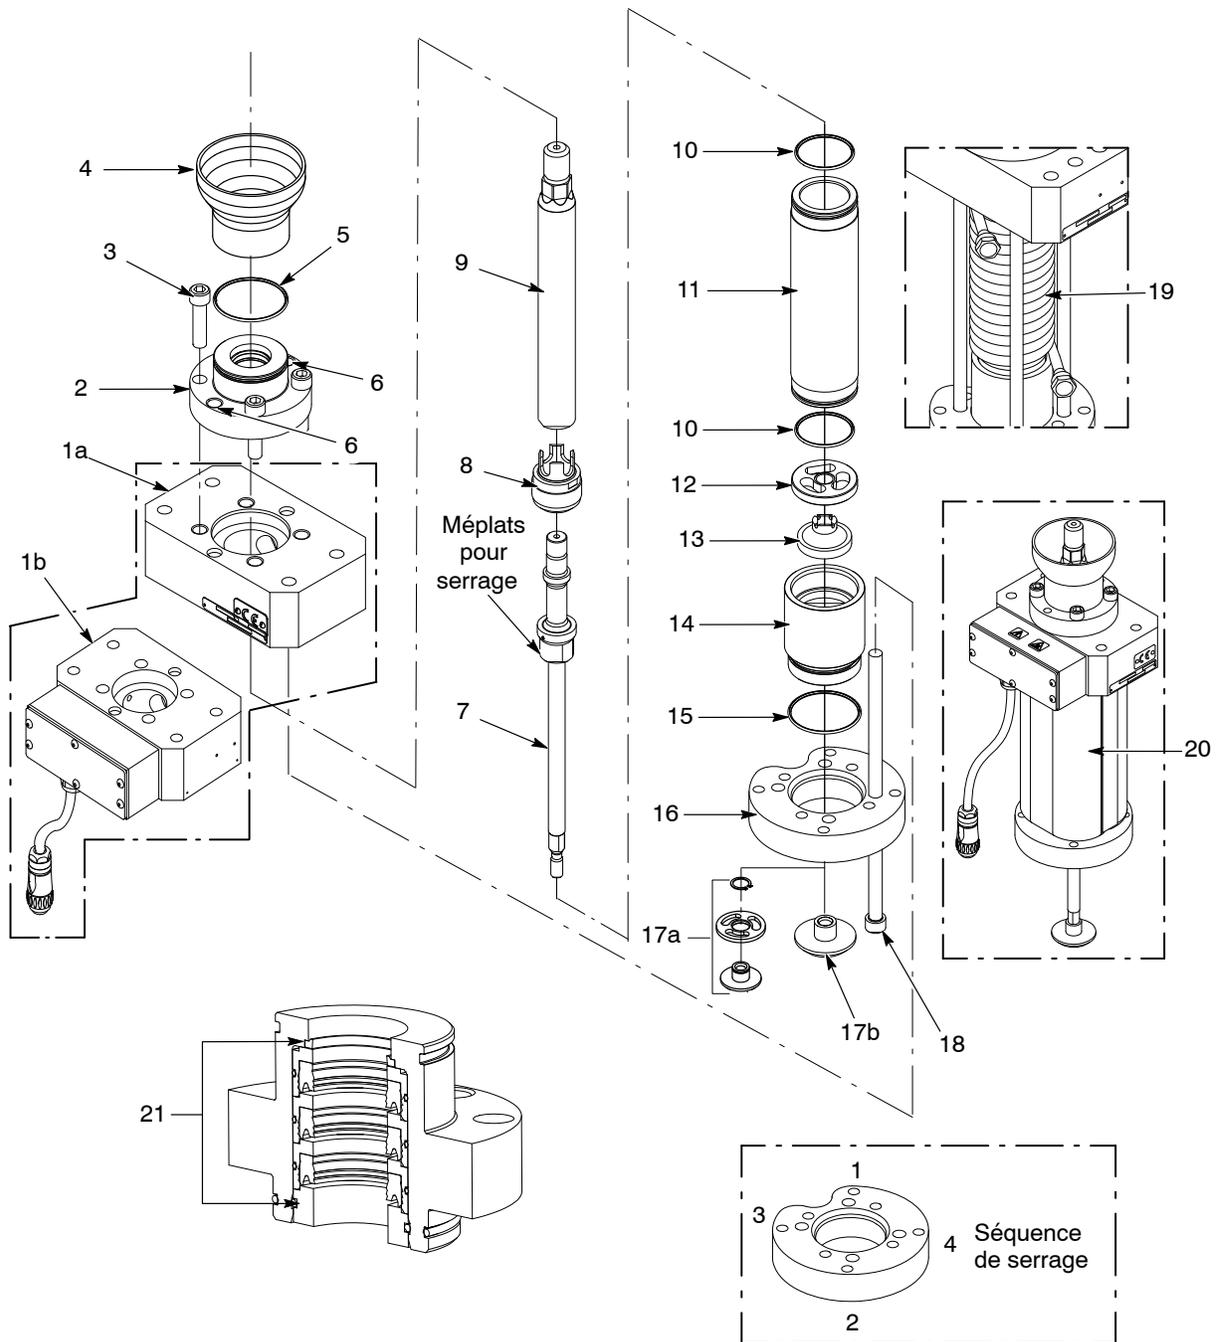

Figure 6 Réparations de la section hydraulique
Voir la Figure 6.
8. Retirer le cylindre du boîtier de la pompe (11) du corps de pompe supérieur (1a/b). Retirer et mettre au rebut les joints toriques (10) du cylindre du boîtier de la pompe (11).
9. Pousser l'ensemble tige (7), le bloc piston (8, si présent) et la tige du plongeur (9) hors du cylindre du boîtier de pompe (11) à l'aide d'une presse à mandriner ou d'une presse hydraulique.
10. Serrer l'ensemble tige (7) dans un étau sur les méplats indiqués dans la Figure 6.
11. Retirer la tige du plongeur (9) de l'ensemble tige (7) à l'aide d'une douille profonde. Retirer le bloc piston (8).
14. Remonter le bloc presse-étoupe (2) si nécessaire. Les instructions sont décrites par la procédure *Remontage du presse-étoupe* dans cette section.
1. Appliquer du lubrifiant Mobil SHC 634 sur le joint torique du presse-étoupe (5) et sur le diamètre intérieur (21) du bloc presse-étoupe (2).
2. Poser le bloc presse-étoupe (2) sur le corps de pompe supérieur (1a/b).
3. Appliquer du Never Seez sur les filets des vis à six pans creux (3). Poser les vis à six pans creux (3) dans le bloc presse-étoupe (2) et serrer à 102-108 N•m (75-80 ft-lb).
4. Appliquer du lubrifiant Mobil SHC 634 sur les joints toriques (10) et sur le diamètre intérieur du cylindre du boîtier de pompe (11). Poser les joints toriques (10) sur le cylindre du boîtier de pompe (11). Poser le cylindre du boîtier de pompe (11) sur corps de pompe supérieur (1a/b).
5. Assembler l'ensemble tige (7), le bloc piston (8, si présent) et la tige du plongeur (9) :
- a. Serrer l'ensemble tige (7) dans un étau sur les méplats indiqués dans la Figure 6.
- b. Installer le bloc piston (8, si présent) sur l'ensemble tige (7).
- c. Appliquer du Never Seez sur les filets du haut de l'ensemble tige (7), puis guider la tige du plongeur (9) vers les filets. À l'aide d'une douille profonde, relier la tige du plongeur (9) à l'ensemble tige (7) et serrer à 272-298 N•m (200-220 ft-lb).
- d. Appliquer une mince couche de Mobil SHC 634 sur la tige du plongeur (9), le bloc piston (8, si présent) et l'ensemble tige (7).
6. Installer l'ensemble tige (7), le bloc piston (8, si présent) et la tige du plongeur (9) à travers le cylindre du boîtier de pompe (11) et le bloc presse-étoupe (2) à l'aide d'une presse à mandriner ou d'une presse hydraulique.
7. Installer l'entretoise de support d'arbre (12) et la plaque de clapet inférieur (13) sur l'ensemble tige (7), le bloc piston (8, si présent) et la tige du plongeur (9).
8. Poser le bas du boîtier (14) sur le cylindre du boîtier de pompe (11). Appliquer du lubrifiant Mobil SHC 634 sur le joint torique (15) et le poser sur le bas du boîtier (14).
9. Poser le plateau suiveur (16) sur le bas du boîtier (14).
11. Appliquer du Never Seez sur les filets des vis à six pans creux (18). Effectuer les opérations suivantes :
- a. Installer les vis à six pans creux (18) à travers le plateau suiveur (16) et dans le corps de pompe supérieur (1a/b).
- b. Serrer à la main deux vis à six pans creux (18) opposées en même temps jusqu'à ce le plateau suiveur (16), le bas du boîtier (14) et le cylindre boîtier de pompe (11) soient fixés au corps de pompe supérieur (1a/b). Serrer à la main les vis à six pans creux (18) restantes comme illustré à la Figure 6.
- c. Après avoir exécuté l'étape précédente, serrer simultanément chaque vis d' $\frac{1}{8}$ de tour à la fois selon la séquence indiquée à la Figure 6 à un couple de 102-108 N•m (75-80 ft-lb).
12. Appliquer du vernis bloque-écrou sur les filets de l'ensemble tige (7). Monter l'adaptateur de la palette de gavage (17a/b) sur l'ensemble tige (7) et serrer à 75-81 N•m (55-60 ft-lb).
13. Installer la chambre à solvant (4) et le joint torique (5) sur le bloc presse-étoupe (2).
14. Le cas échéant, poser le bandage isolant (20).